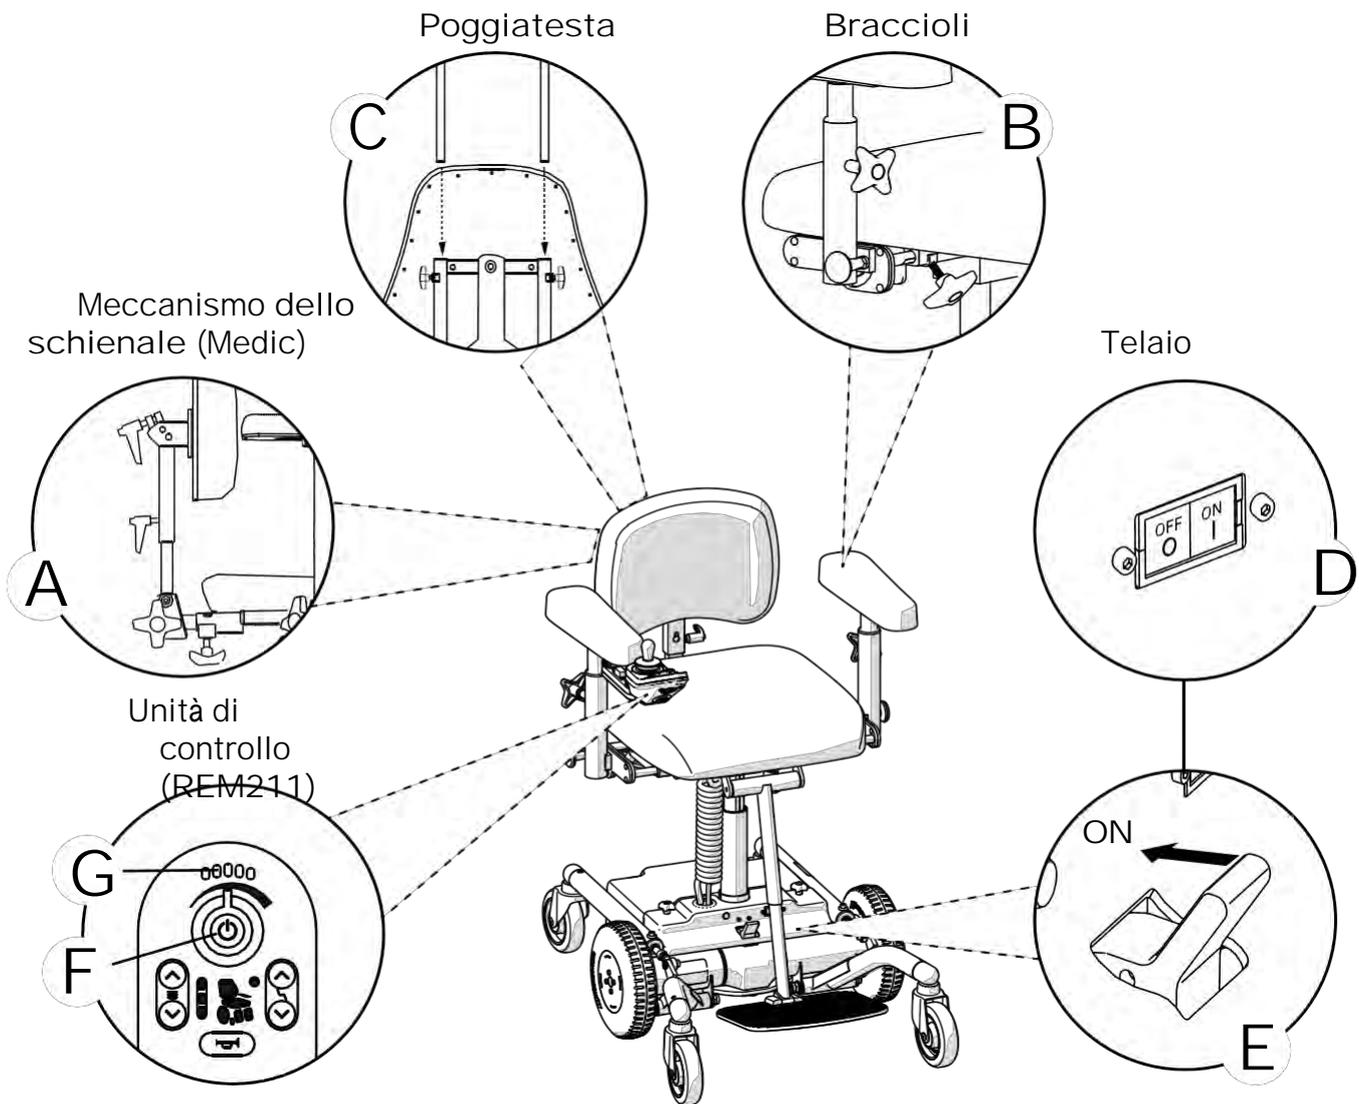

Fig. 2.1 Preparativi prima della messa in funzione del prodotto.
Inserire il tubo dello schienale nel meccanismo dello schienale. (A) e impostare l'altezza desiderata, vedi Fig. 2.1. Serrare tutte le viti manuali (A).
Allentare le viti manuali dei braccioli (B) e impostare l'altezza e la larghezza desiderate, vedi Fig. 2.1. Serrare tutte le viti manuali (B). Quando si abbassa il bracciolo, accertarsi che la manopola sia nella posizione corretta. La posizione di blocco si innesta. Se la manopola non si innesta, ruotarla fino a sentire lo scatto in posizione.
Se il prodotto viene fornito con un poggiatesta, inserire il meccanismo del poggiatesta nel supporto dello schienale (C) e regolarlo all'altezza desiderata, vedere la Fig. 2.1. Serrare tutte le viti a mano (C).
1. Azionare l'interruttore principale (F), vedi Fig. 2.1.
2. Verificare che il livello di carica della batteria (G) sia almeno nella zona gialla. Se si trova nell'area rossa, caricare il prodotto. Vedere 2.3 Ricarica.
3. Verificare se l'interruttore principale (F) si illumina di verde.